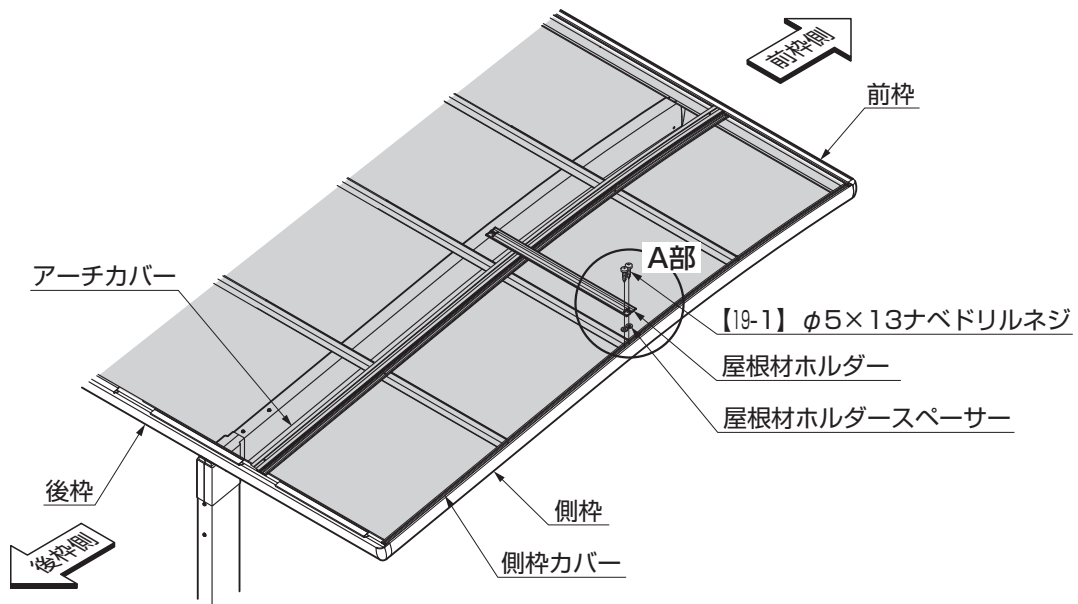

図6-6
- ①屋根材ホルダーを後枠側から数えて1本目の母屋の真上の位置に【19-1】で取付けてください。（図6-6参照）
- ②サポートと併用する場合は、前枠と後枠から数えてそれぞれ1本目の母屋の真上の位置に取付けてください。